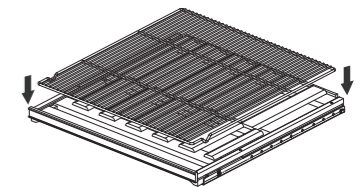

图4
2. 将多饮品可拆卸托盘放置在ArteVino通用层架上（见图4）。